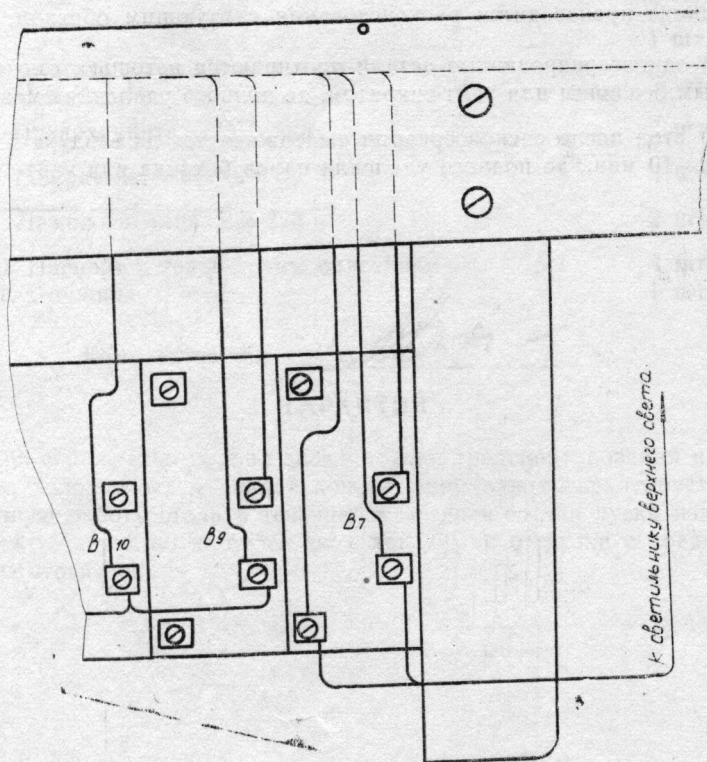

Рис. 5. Подключение светильника верхнего света.
1. Установить верхний свет. Для этого необходимо: проводники кронштейна верхнего света пропустить через втулку с фланцем, вывести концы их под столешницу и подключить к нижним клеммам микропереключателя В7, согласно рис. 5.